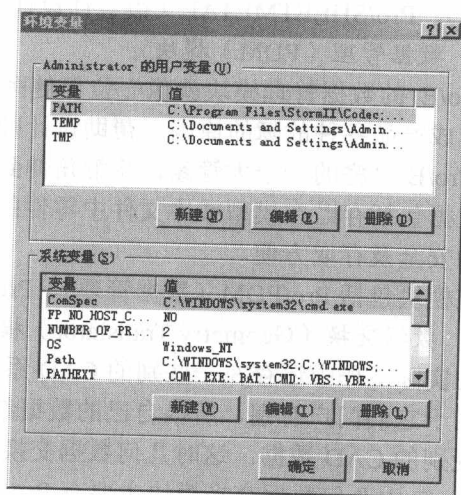

图 1-3 【环境变量】对话框
(2) 在【系统属性】对话框中单击【环境变量】按钮, 弹出【环境变量】对话框, 如图 1-3 所示。